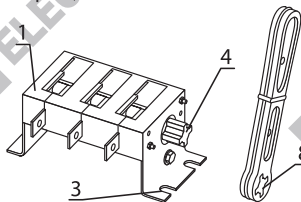
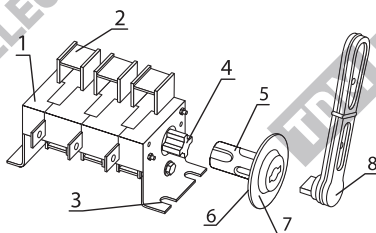
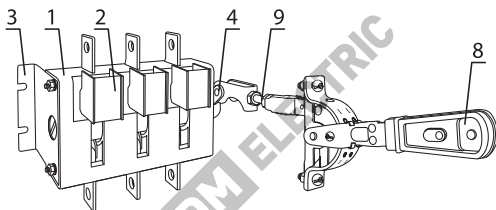

Рисунок 4. Выключатель-разъединитель ВР32 с боковой рукояткой
Рисунок 5. Выключатель-разъединитель ВР32 со смещенной боковой рукояткой
Рисунок 6. Выключатель-разъединитель ВР32 с передней смещенной рукояткой
- проверить отсутствие внешних повреждений пластмассовых элементов конструкции корпуса (1) аппарата;
- вставив рукоятку управления (8) (см. рис. 4 и 5) и поворачивая ее на угол 90°, убедиться в четкой фиксации подвижной части в исполнениях ВР32-А...220 и ВР32-В...250;
- установить на аппараты входящие в комплект поставки дугогасительные камеры (2) - по две на каждый полюс (см. рис. 5 и 6);
- закрепить аппарат в месте установки, используя пазы в боковых панелях (3);
- в исполнении со смещенной рукояткой надеть на конец поворотного вала (4) ось-переходник (5);
- установить на боковой поверхности выключателя-разъединителя ВР32-В...250 направляющую шайбу (6) и фланец (7) (см. рис. 5);
- вставить рукоятку управления (8);
- в исполнении ВР32-А...240 (см. рис. 6) на конец поворотного вала (4) установить удлинительный элемент и отрегулировать его необходимую длину узлом (9) (см. рис. 4 и 6).